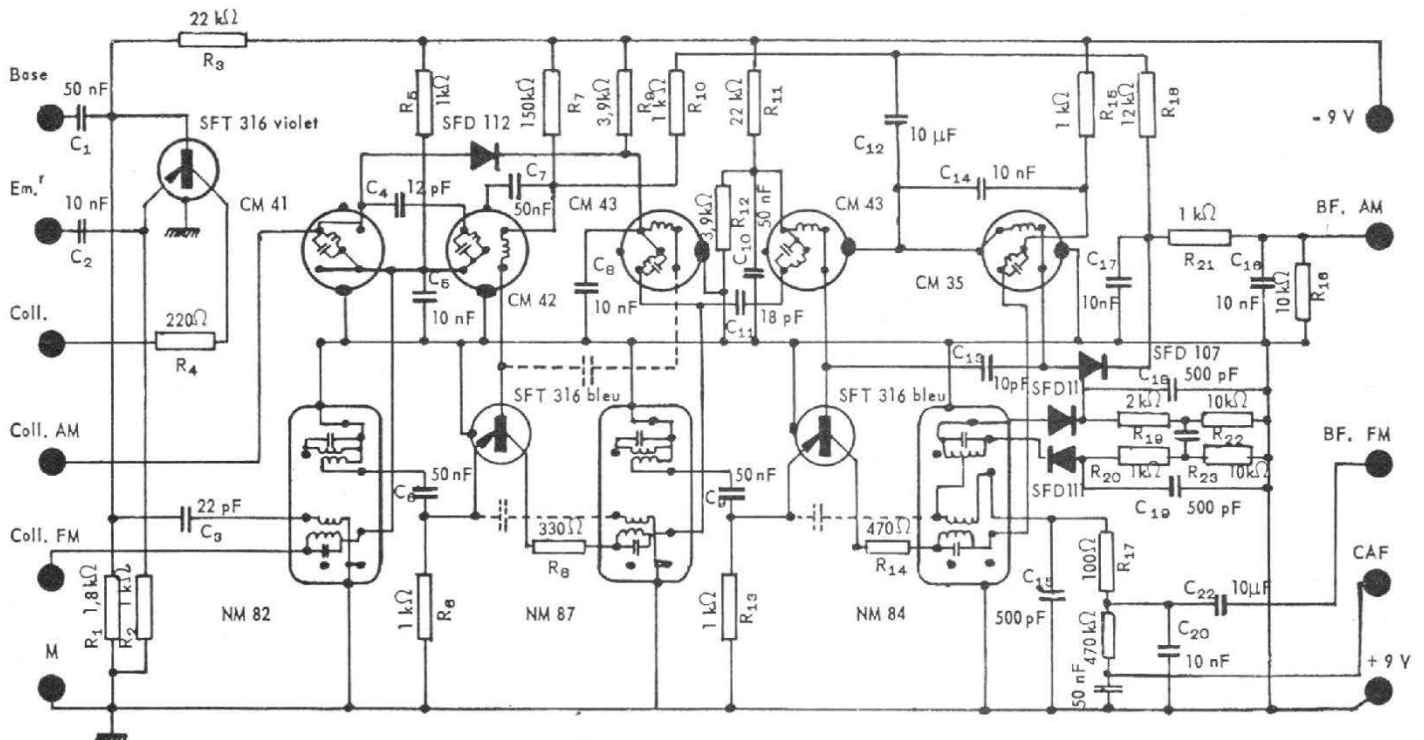

FIG. 3 Schéma du module FI précâblé (Doc. Orega)
**La platine amplificatrice moyenne fréquence AM et FM :** le schéma théorique de cette platine précablée, montée sur circuit imprimé, est indiqué par la figure 3. Ce module mixte AM - FM (réf. SB65F Oréga) constitue un amplificateur MF complet pour la modulation de fréquence (fréquence MF de 10,7 kHz) et pour la modulation d'amplitude (fréquence MF de 480 kHz). Il se compose, pour la FM, de trois étages amplificateurs MF (deux transformateurs Bifidis FM Oréga), et du détecteur de rapport (un transformateur Bifidis et ses deux diodes SFD 111) ; pour l'AM, du transistor convertisseur SFT316, de deux étages amplificateurs MF équipés de quatre transformateurs Cofidis Oréga, couplés deux à deux, du détecteur par un transformateur Cofidis avec diode SFD 107.